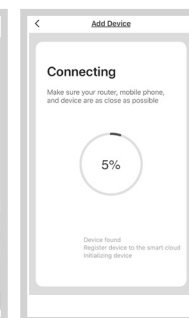

Fig. 10
6. Se inicia el proceso de configuración, que puede tardar un poco (Fig. 10).
- Cuando intenta conectarse con el artefacto (Fig. 10) trate de conectarse manualmente a su red Wi-Fi.